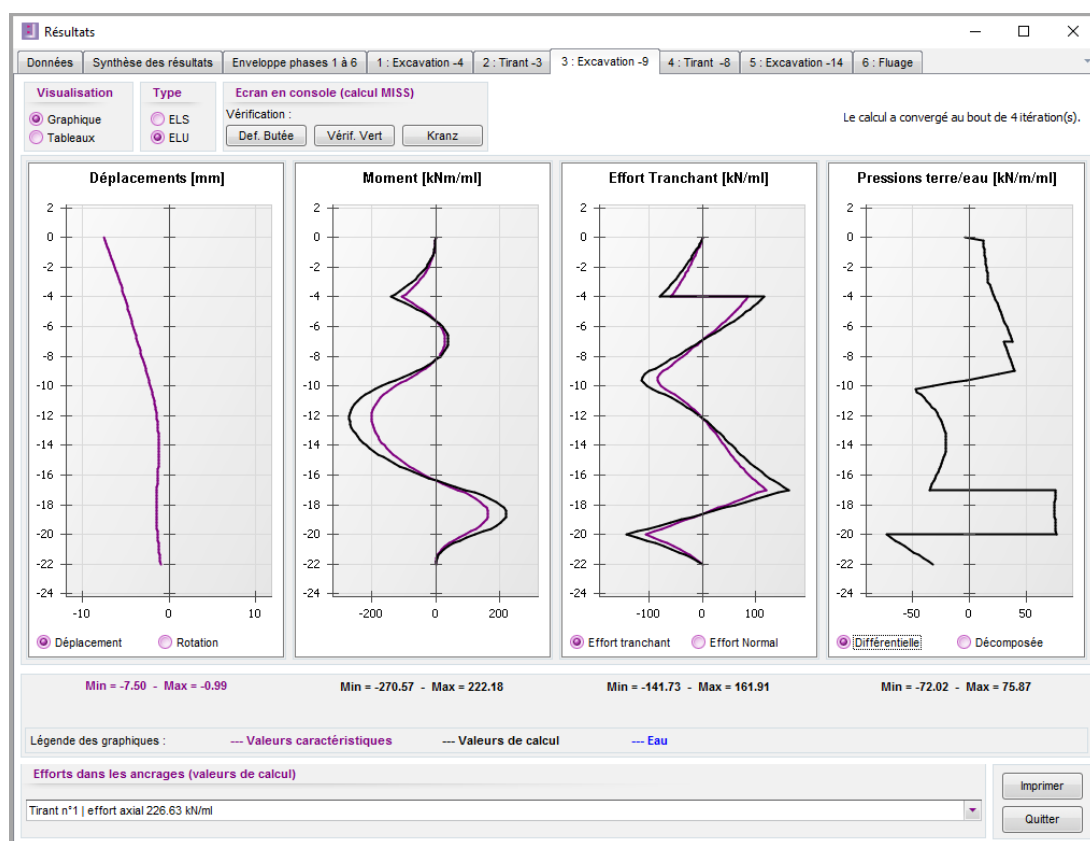
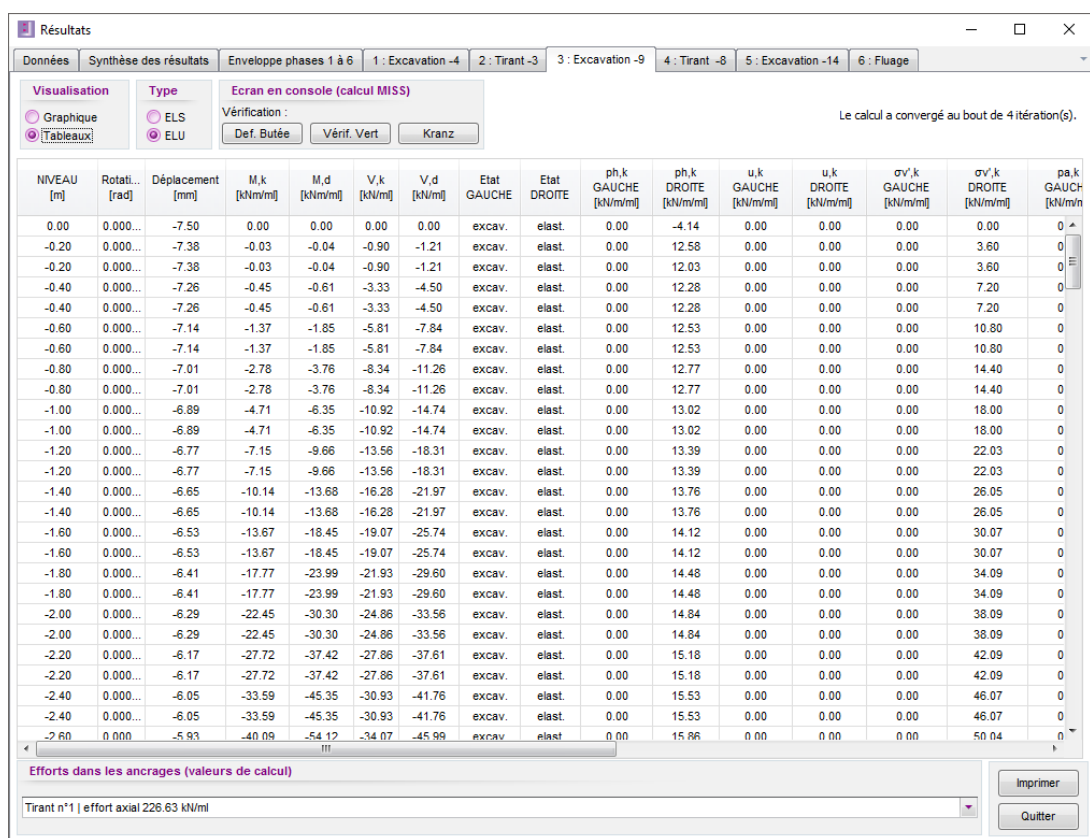

Figure B 151 : Fenêtre des résultats - Résultats ELU (calcul MISS) - Graphiques
Figure B 152 : Fenêtre des résultats - Résultats ELU (calcul MISS) - Tableaux
- les graphiques et les tableaux présentent les résultats à la fois en valeurs caractéristiques (indice k) et en valeurs de calcul (indice d) (Figure B 151 et Figure B 152) ;